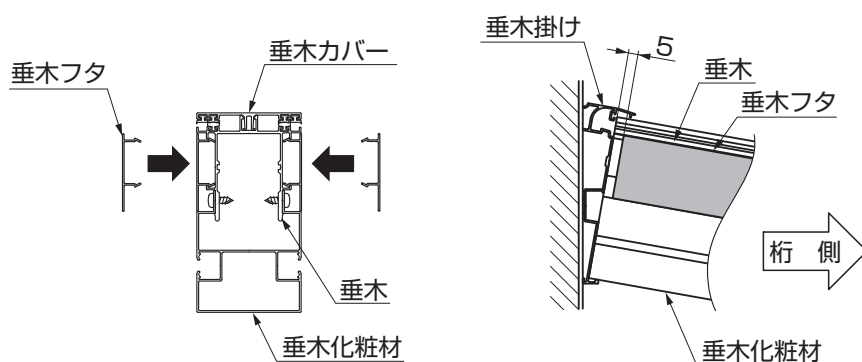

図18-3
- 垂木フタは桁側に寄せて取付けて、垂木掛けと垂木フタを5mm程度のすき間をあけてください。(図18-3参照)